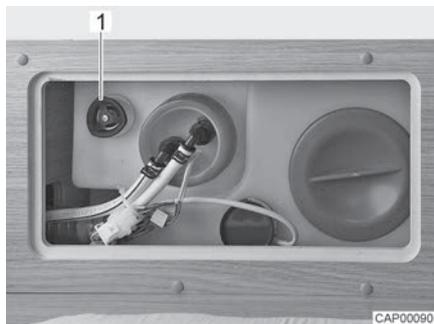

Fig. 94 Serbatoio dell'acqua con maniglia girevole
- Sul serbatoio dell'acqua ruotare la maniglia girevole (Fig. 94,1) in senso antiorario, oltre la resistenza verso l'esterno fino all'arresto, per aprire completamente l'apertura di scarico.